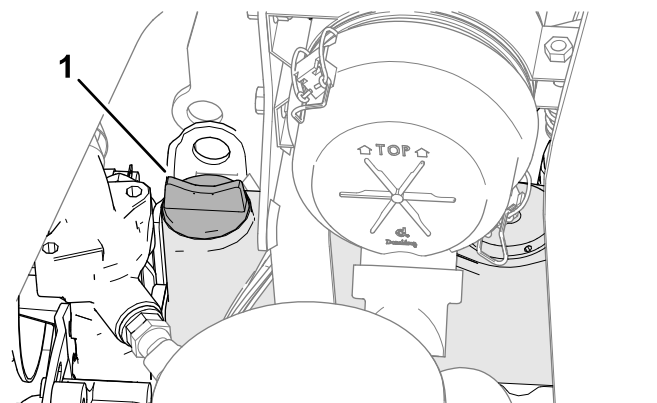

Figura 73
5. Dacă nivelul uleiului este scăzut, scoateți buionul rezervorului (Figura 73) i adăugați treptat cantități mici de ulei, verificând frecvent nivelul, până când nivelul atinge marcajul Full (Plin) de pe jojă.